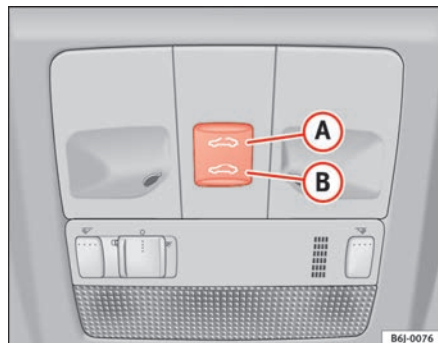

Fig. 48 Techo panorámico / deflector
- Pulse y mantenga pulsado el botón **(B)** ⇒ fig. 48 ⇒ , el techo realiza el movimiento de cerrado hasta que se suelta el botón.